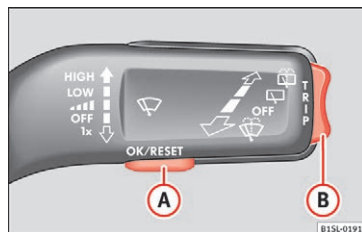

Fig. 33 Betjeningsarm til viskere: styreknap-
- Hvis der vises en information eller et biltik-togram af bilen, skal du trykke på knappen **OK/RESET** (» Fig. 33 A).
- Tryk øverst eller nederst på vippeknappen » Fig. 33 B, indtil det ønskede visningspunkt bliver vist.